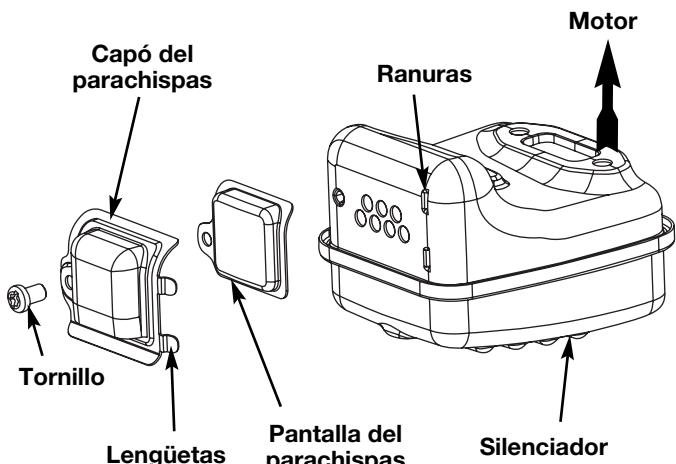

Fig. 30
- Localice el silenciador, pero no lo quite. Busque uno (1) tornillo en la parte inferior del silenciador (Fig. 30). Estos dos tornillos unen el conjunto de deflector de escape y la pantalla del parachispas a la parte inferior del silenciador. Quite los dos (2) tornillos usando una llave torx No. 20 o un destornillador plano.
- Coloque la placa del parachispas encima del parachispas con el lado "levantado" hacia arriba mirando al motor (Fig. 30).
- Coloque el capó del parachispas encima de la placa del parachispas con el lado "levantado" hacia arriba y la apertura mirando en dirección CONTRARIA al motor (Fig. 30). Asegúrese de que el escape se dirija en dirección CONTRARIA al motor.